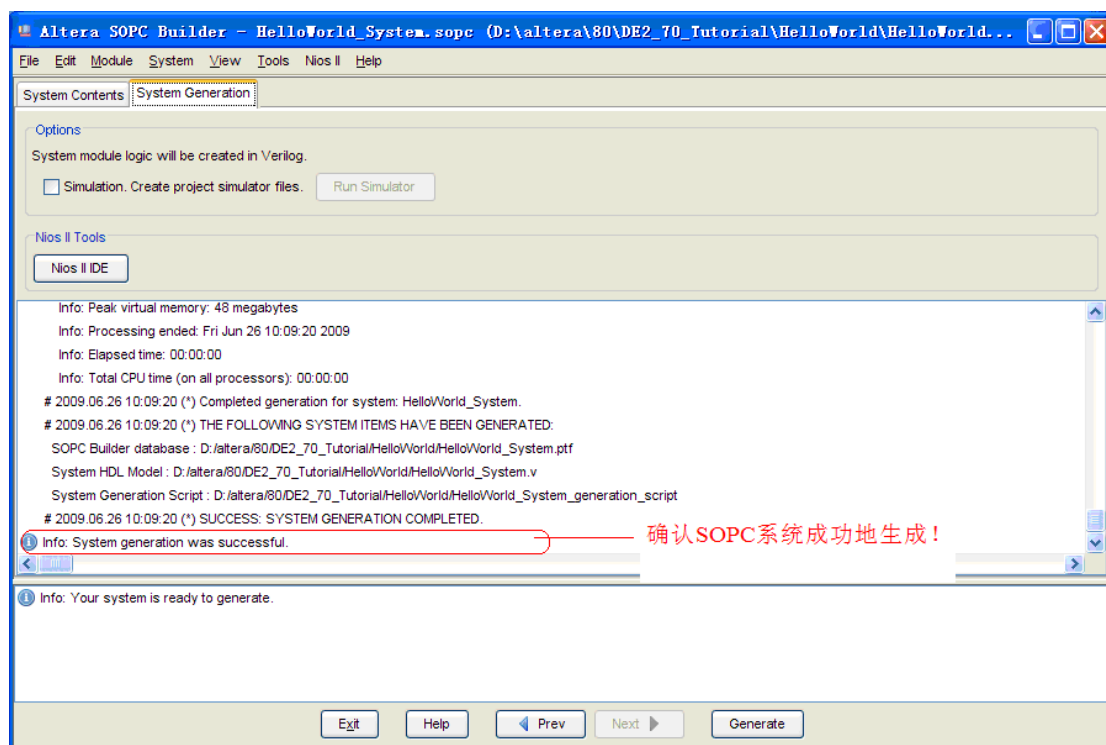

图 6-8 生成系统
10. 生成 SOPC 软核处理器系统。通过点击下方 Generate 完成，如图 6-8。